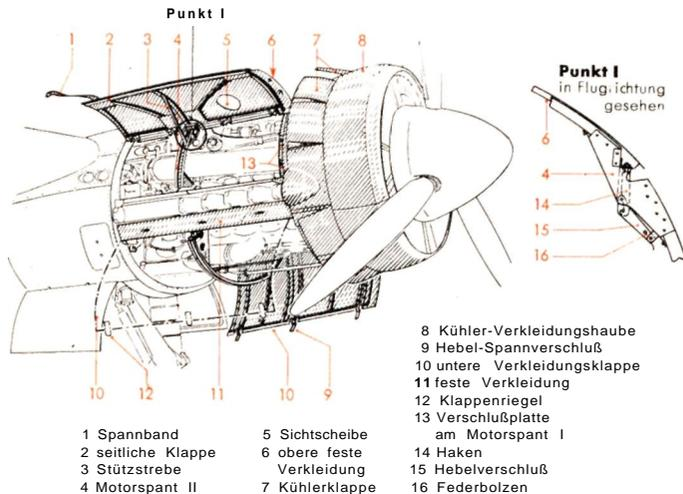
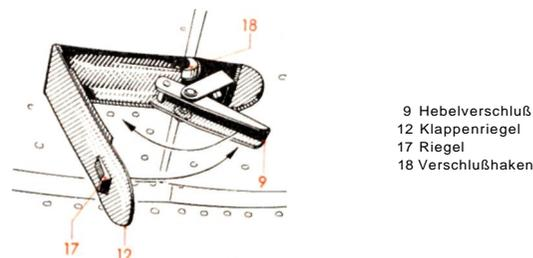

Abb. 7 Kühler- und Motorverkleidung
Abb. 8 Hebel-Spannverschuß am unteren Verkleidungsblech
Die **Kühlerverkleidung** besteht aus einer dreiteiligen, festen Verkleidungshaube (8) (Abb. 7), die mit Senkschrauben an den Kühler-Spannringsegmenten festgeschraubt ist. Am hinteren Umfang der Kühlerverkleidungshaube (8) befinden sich zum Regeln des Luftdurchflusses durch die Ringkühler elf Kühlerklappen (7), die an den Spannringsegmenten gelagert sind.
Die Befestigung der oberen festen Verkleidung (6) (Abb. 7) erfolgt am Motorspant I durch zwei Schrauben, auf deren festen und ordnungsgemäßen Sitz besonders zu achten ist. Am Motorspant II (4) wird
kleidungsklappen (10), die an den Motorspanten I und II gelagert sind, werden unten durch drei verstellbare Hebel-Spannverschlüsse (9) geschlossen (siehe auch Abb. 8). An den oberen seitlichen Verkleidungsklappen (2) (Abb. 7) ist je ein Spannband (1) gehalten, das bei geöffneter Stellung der unteren Klappen (10) in diese eingehakt wird. Nach Schließen der unteren Klappen (10) legt sich das Spannband (1) um die seitlichen Klappen (2) der oberen festen Verkleidung (6) und dient so als zusätzliche Halterung und Sicherung der gesamten Motorverkleidung.